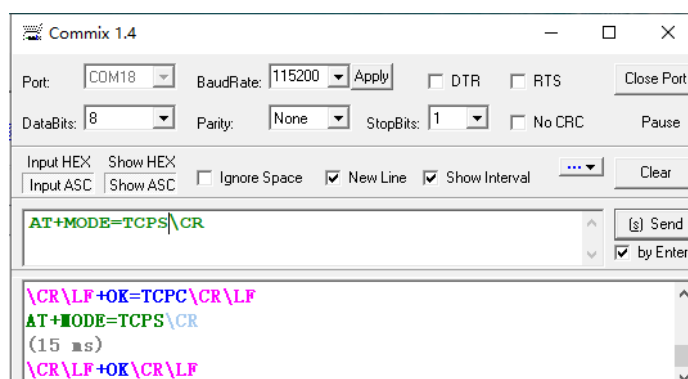

图 11-4 设置 TCP Server 模式 AT 指令
- 2) 设置设备工作模式，如图 11-4 所示，将工作模式设置为 TCP Server 模式；